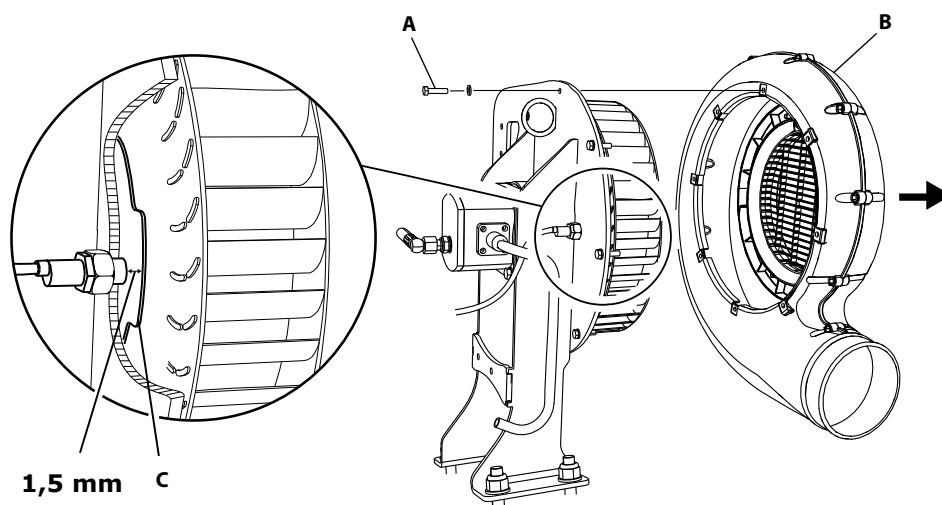

Figure 14.76
- 3 Povolte šrouby (A) a zdvihněte kryt ventilátoru (B).
- 4 Rukou otočte kolem ventilátoru, aby se deska indikátoru (C) posunula do polohy znázorněné na "Figure 14.76".
- 6 Namontujte kryt ventilátoru (B) zpátky.